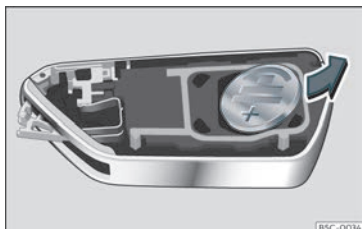

Fig. 69 Clau del vehicle: extracció de la pila.
- Traieu la pila del compartiment amb un objecte fi adequat >>> **fig. 69**.
- Col·loqueu la pila nova i pressioneu-la en el compartiment per a la pila >>> ①.